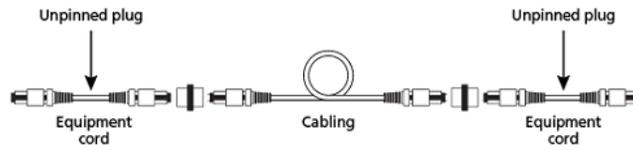

Figura 4. Conectores sin agujas en ambos extremos (canal)
- ambos extremos sin agujas para un canal (ver la figura 4).